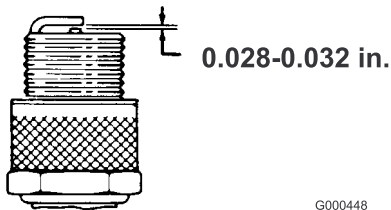

Bild 25
3. Stellen Sie den Abstand auf 0,7 bis 0,8 mm ein (Bild 25). Setzen Sie Zündkerzen ein, die den richtigen Abstand aufweisen, und ziehen Sie sie auf 17 ft.